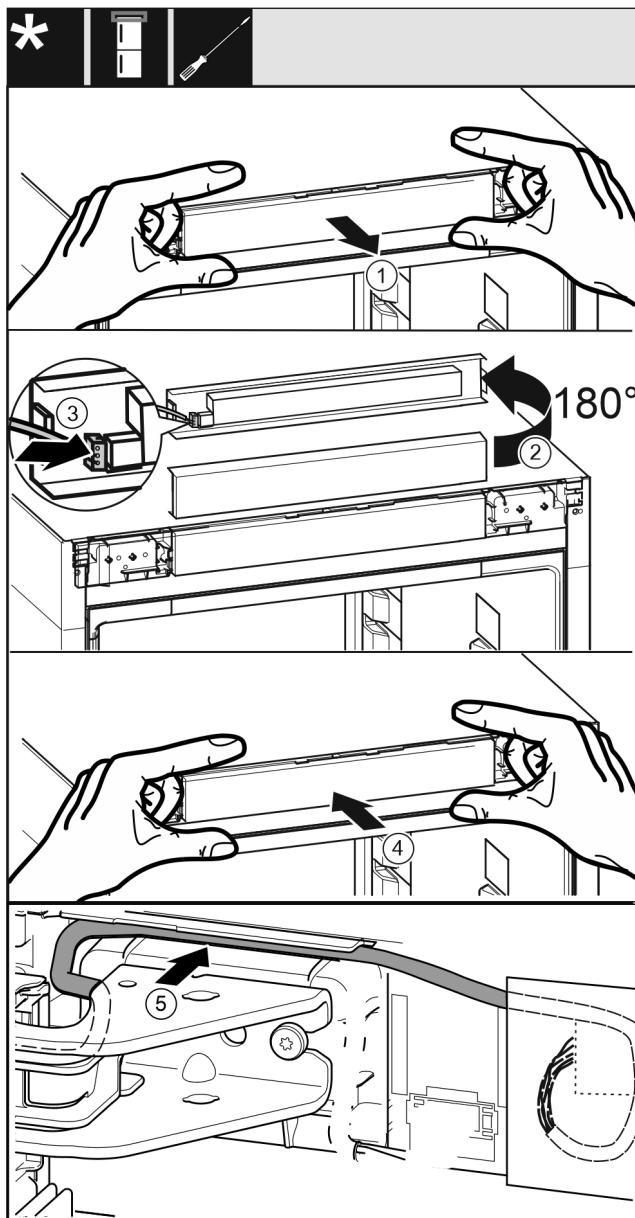

Fig. 38
- Opatrně vyjměte panel Fig. 38 (1).
- Panel Fig. 38 (2) otočte nahoru o 180°.
- Zástrčka Fig. 38 (3) zacvakne do panelu.
- Nasadte panel Fig. 38 (4) zpět na spotřebič.
- Kabel Fig. 38 (5) opatrně položte ve vedení nad horním stojanem ložiska.